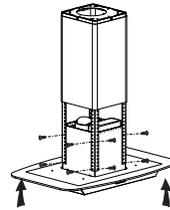

Abbildung 7
– Setzen Sie die Dunstabzugshaube an und benutzen Sie 6 große Flachkopfschrauben M4*10, um den Korpus der Abzugshaube am Winkel zu befestigen (siehe *Abbildung 7*).